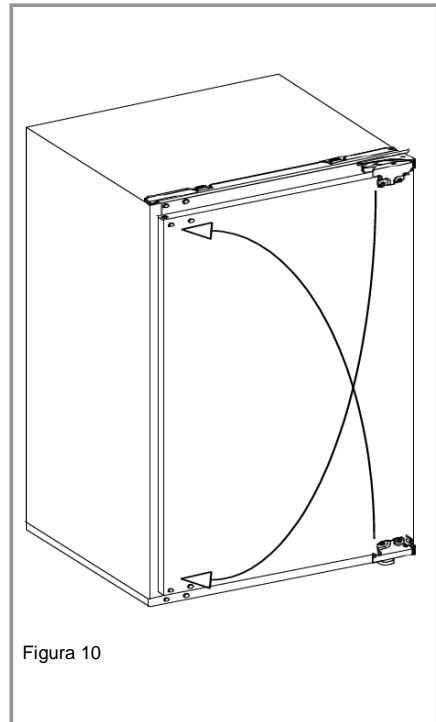

Figura 10
6. Coloque las bisagras en las esquinas opuestas como se muestra en la figura 10